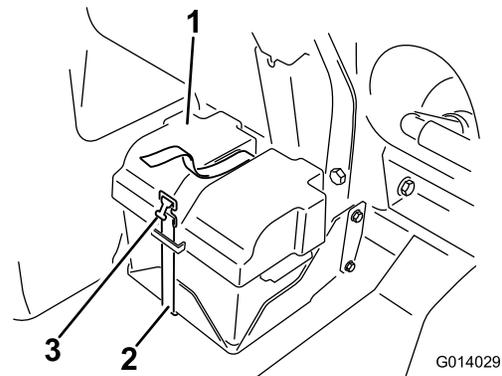

Figura 80
2. Retire a cobertura da bateria e desligue o cabo negativo (preto) do borne da bateria (Figura 80).
4. Coloque a tampa da bateria e fixe-a com a cinta que retirou anteriormente (Figura 80).